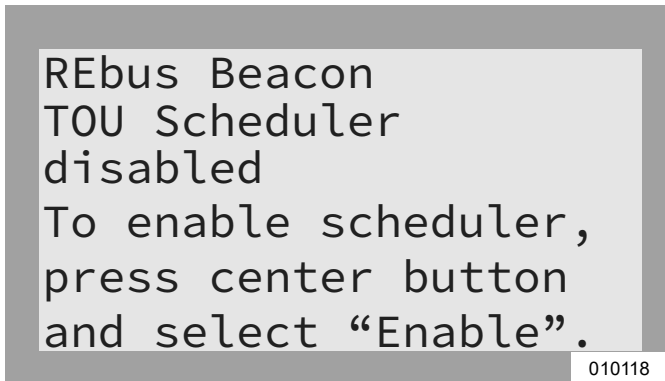

Figura 6-19. Activación del programador TOU (1 de 2)
1. Consulte la Figura 6-19. Navegue hasta la página de dispositivo REbus Beacon y presione el botón central para ingresar al menú del dispositivo.